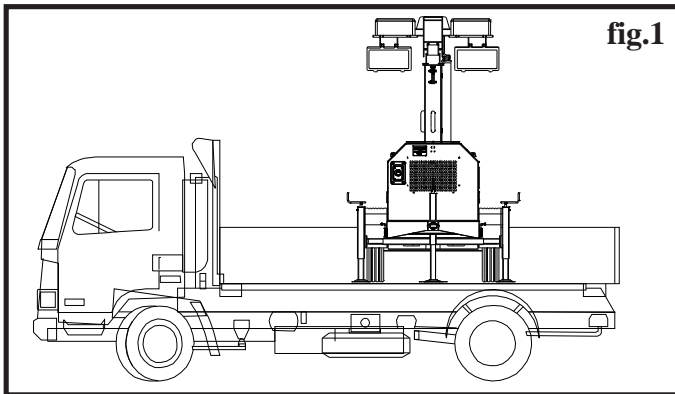

fig.1
Das, dispositivo de parada automática del motor (fig.1)
- Gire la llave de encendido (2) a la posición "ON", (las bombillas 1 y 2, fig. 1, se encenderán).
- Gire la llave de contacto (2) a la posición "HEAT"; (la bombilla 1 se encenderá).
- Cuando se apague la bombilla (1), gire la llave de encendido (2) a la posición "START".
Transporte (fig. 1)
Comprobar el nivel de aceite (fig. 1)